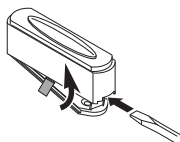
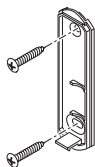

Figure 1
Figure 5
1. Retirez la languette orange de la pile du bouton-poussoir. Ôtez la partie arrière du boîtier en enfonçant la patte du bas au moyen d'un petit tournevis (voir la Figure 1). Retirez la languette orange.
- **Au moyen de vis :** Pour faire l'installation avec les vis, enlevez le dos du boîtier en poussant sur les agrafes de la base avec un tournevis (voir la Figure 1). *Remarque :* Enlevez les débris des trous de vis (au besoin) avant d'installer les vis. Fixez le dos du boîtier au chambranle ou au mur (voir la Figure 5). Enclenchez la partie avant de l'unité de bouton-poussoir en place.